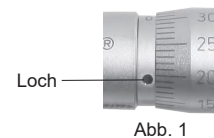
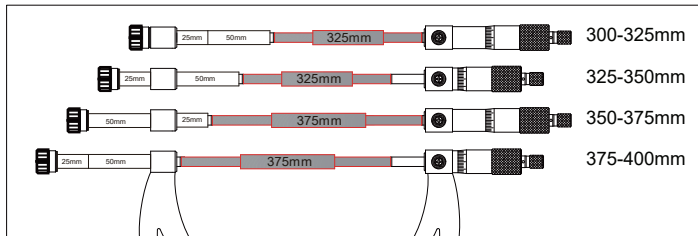

Abb. 1
Abb. 2
- Stecken Sie den Schraubenschlüssel in das kleine Loch der Hülse (Abb. 1) und drehen Sie die Hülse leicht, bis die Nullmarkierung der Reibungskausche mit der Markierung der Hülse übereinstimmt (Abb. 2), um die Kalibrierung abzuschließen.